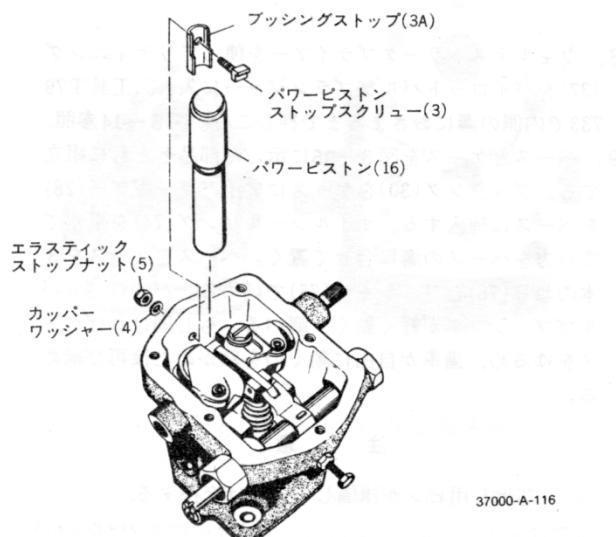
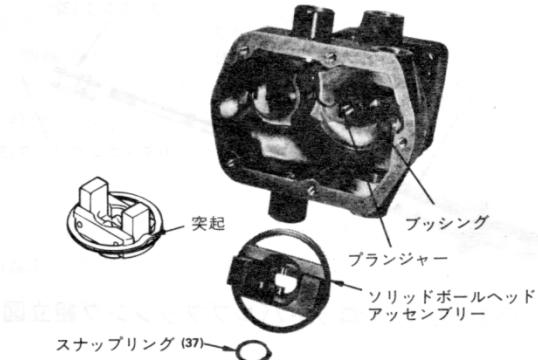

図3-17 パワーピストン組立図
図3-18 ボールヘッド取り付け図
11. ピストンを図3-17、図3-18に示す様にケース内に組み込む。
13. フライウェイト(35)をボールヘッド(34)にピン(36)で組み込む、そして確実にフィッティングリング(38)でボールヘッド組立部の回りに止める。リテニングリングに突起部がある場合は図3-18に示したような位置に突起部がくるようにする必要がある。